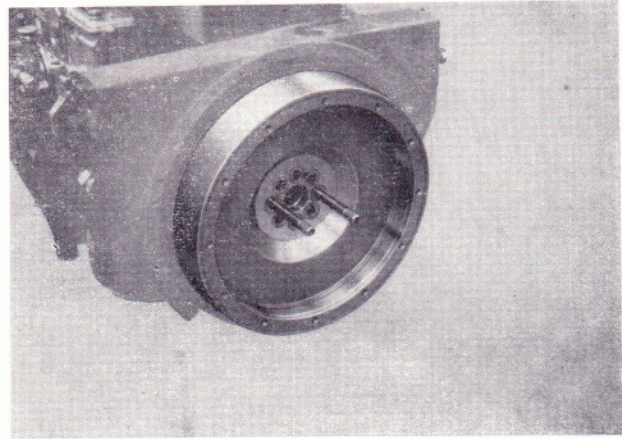

Bild 44
- Zwei gegenüberliegende Schrauben heraus-schrauben und gegen zwei Stiftschrauben $M 16 \times 1,5$ austauschen (Bild 44).